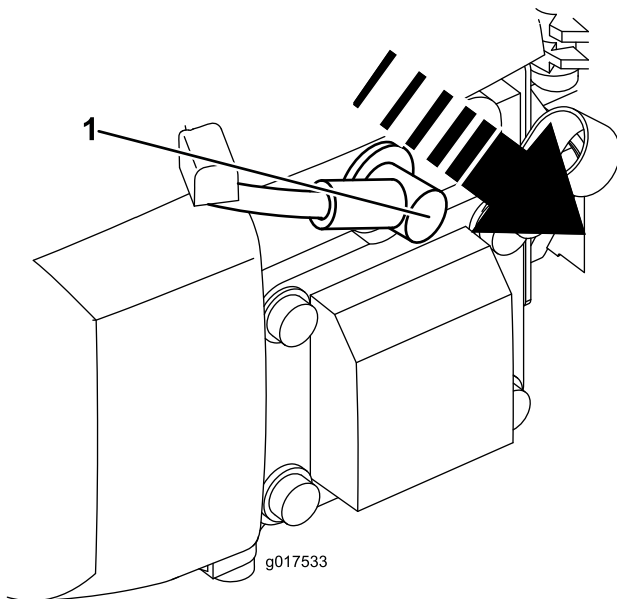

Bild 16
2. Ziehen Sie den Zündkerzenstecker (Bild 16) ab, bevor Sie Wartungsarbeiten ausführen.